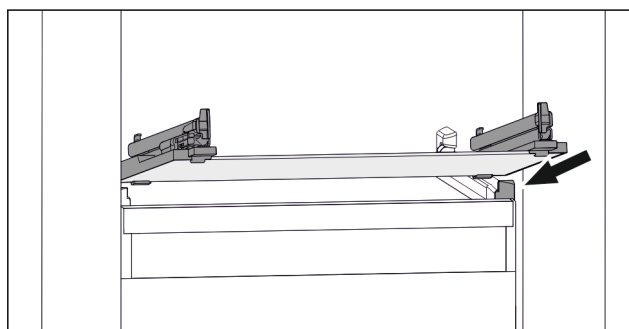

Fig. 167 Příklad znázornění skleněné desky
- ▶ Nasadte skleněnou desku šikmo za zarážky. (viz Fig. 167)